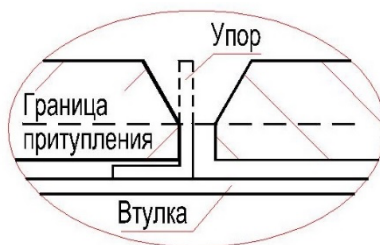

Рисунок 1
3.7. С помощью угловой шлифовальной машины срезать выступающие части упоров втулки до притупления сварных кромок труб и зачистить прихватки (см. рис.1)